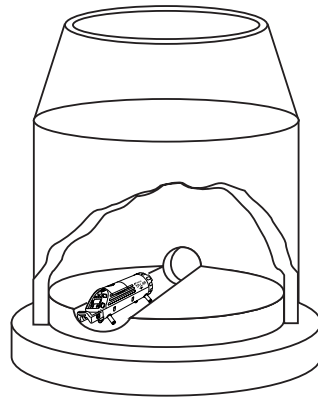

Fig. 1c
- 1** Fest TP-L4G/A/B/BG til trefotstativet (Fig. 1a) og plasser lampen over midtlinjen til røret eller inverter midten til kummen (Fig. 1b). Juster vinkelen til laseren, ved bruk av tre nivelleringskruer, i retningen som angis på displayet til nivåindikatoren er i midtposisjonen. På ferdigstøpte stativer festes føtter av egnet format og laseren stilles midt i stativet (Fig. 1c).